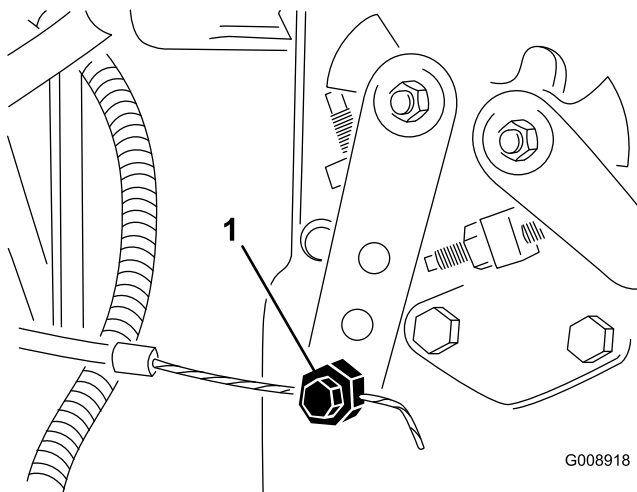

Figura 57
2. Afloje el conector del cable del acelerador en la palanca de la bomba de inyección (Figura 57).